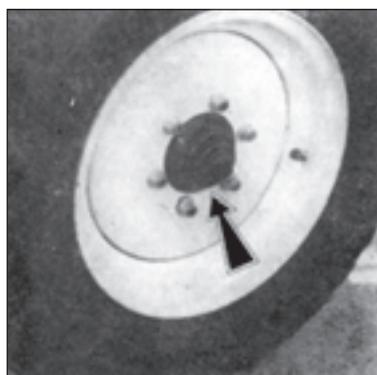

Fig. 192
1. Dévisser le chapeau de roulement (fig. 192) et dégoupiller.